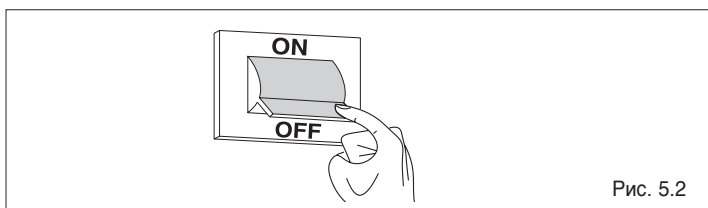

Рис. 5.2
- переведите главный выключатель системы в положение «Выключено» (Рис. 5.2)